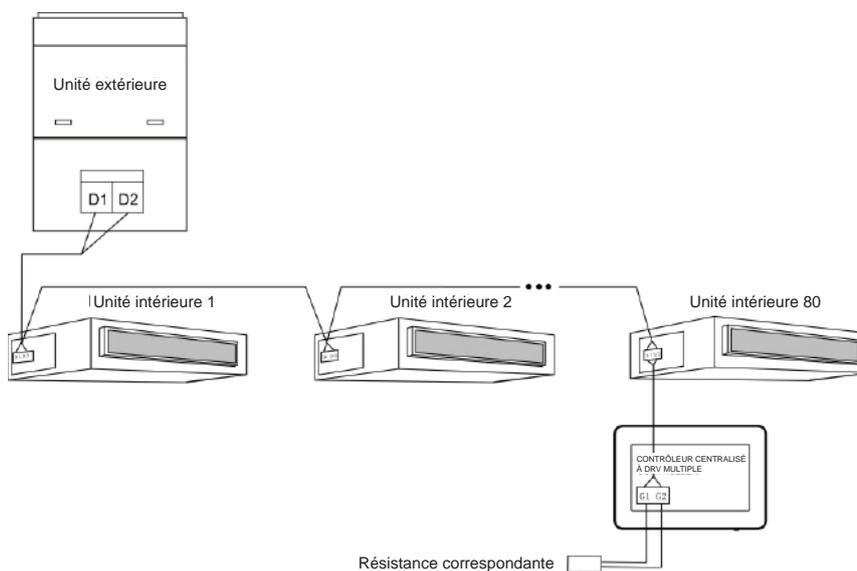

Fig.1.4 Contrôleur centralisé branché au réseau intérieur
b. Si le contrôleur centralisé doit être branché au réseau des unités intérieures, branchez-le conformément à la fig.1.4. Le contrôleur peut être branché à n'importe quelle unité intérieure en série, c'est-à-dire, branchez les ports G1 et G2 du contrôleur aux ports D1 et D2 correspondants avec les cordons de communication. Lorsque le contrôleur est branché à la dernière unité d'un réseau intérieur, une résistance correspondante doit être ajoutée aux cordons de communication sur les ports G1 et G2.